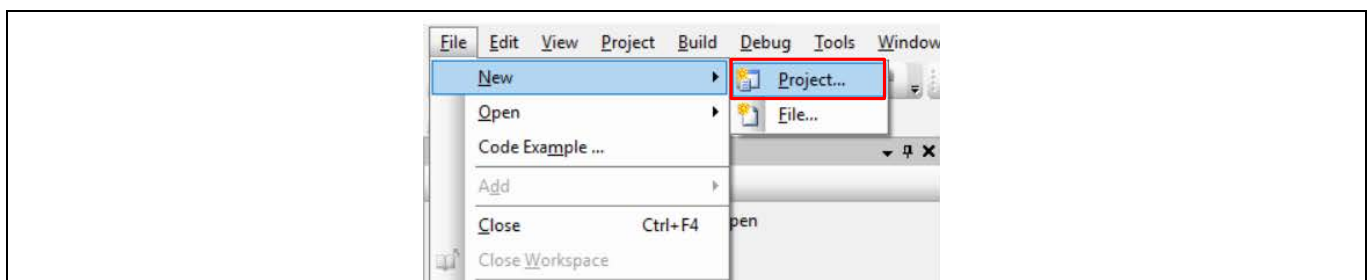

Figure 33 新規プロジェクトの作成
1. **Figure 33** に示すように、PSoC™ Creator を起動し、**File** メニューから **New > Project** を選択してください。